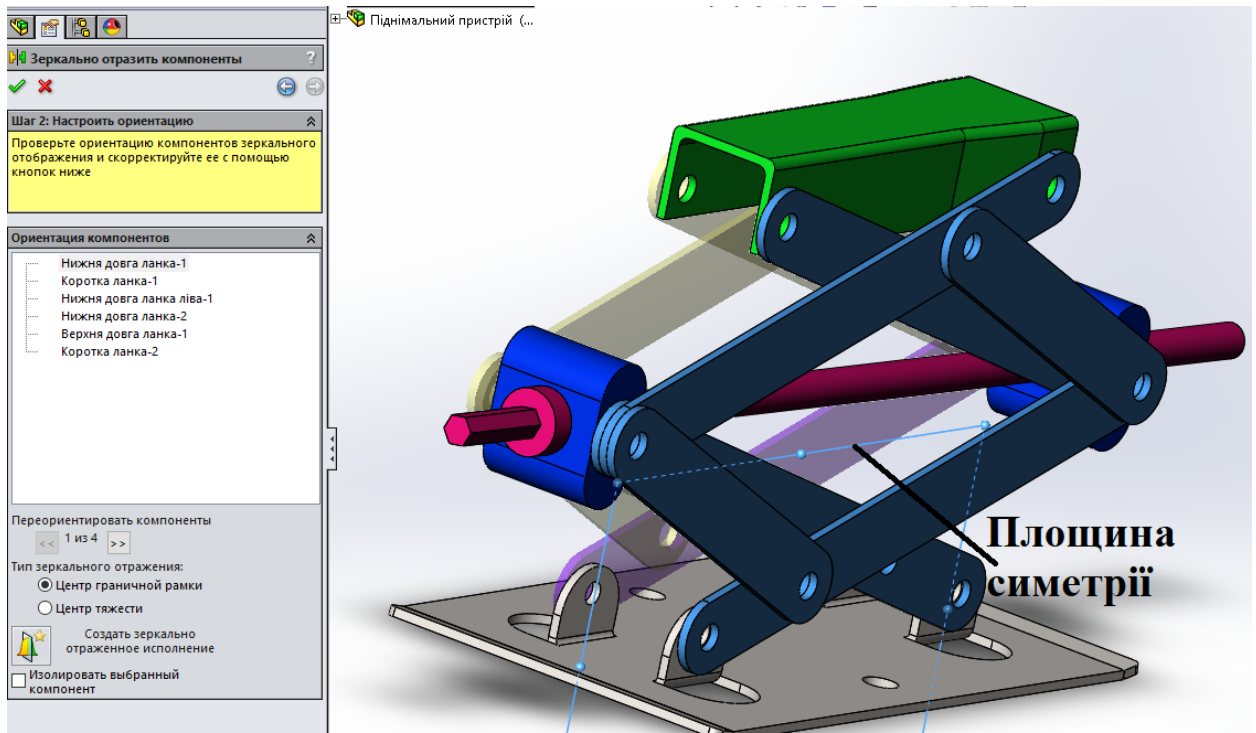

Рис.3. Виконання дзеркального відображення частини збірки.
1.4. Почергово вставляючи деталі виконати збірку, як це показано на рис. 3. Так як збірка симетрична, то можна використати дану ознаку для пришвидшення складання збірки. Обрати **Сборка→Линеный массив компонентов→Зеркальное отражение компонентов**, у полі **Зеркально отразит компоненты** обрати компоненти з графічної області, як це показано на рис. 3. Як площину для симетрії використати базову площину збірки **Спереди**.